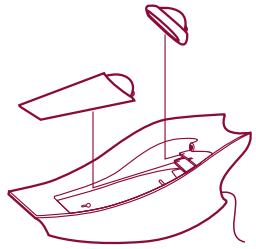

Fig. 14
- Bewahren Sie die Saugdüsen, die Sie nicht benutzen, im hierfür vorgesehenen Fach in der Akkuladestation auf. (fig. 14)